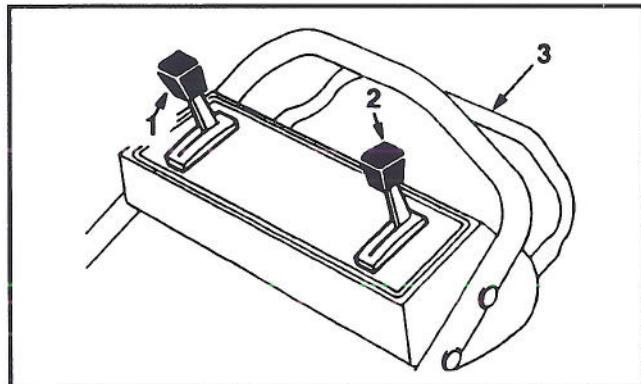
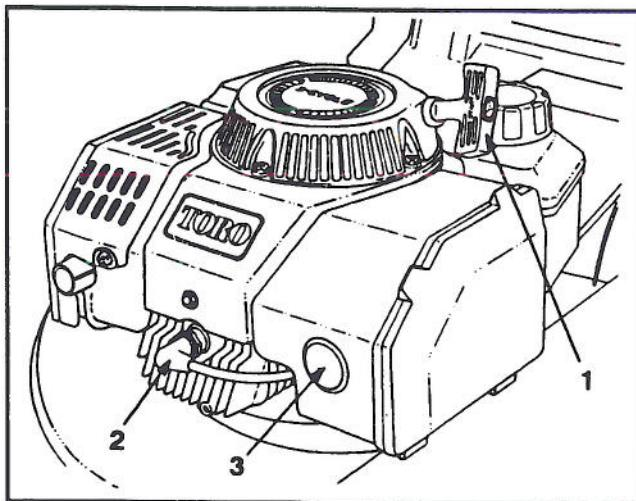

Figure 7
Figure 8
COMMANDES – La commande des gaz, le contrôle de vitesse au sol et la barre de commande d'auto-propulsion se trouvent sur le mancheron supérieur (fig. 7). L'amorçage est situé à l'avant du moteur et le démarreur à corde sur le dessus du moteur (fig. 8).
1. Brancher le fil d'allumage sur la bougie (fig. 8).
2. Placer le sélecteur de vitesse sur "N" (fig. 7).
3. Couvrir le trou de l'amorceur avec le pouce (fig. 8) et pousser deux fois.
5. VITESSE D'AVANCE (fig. 7) – La vitesse d'avance varie en fonction de la distance entre la barre de commande et le mancheron. Placer le sélecteur de vitesse sur la position désirée. Les trois chiffres "1", "2" et "3" correspondent respectivement à une avance lente, moyenne et rapide. Pour les travaux de finition ou lorsque l'opérateur quitte la position de conduite le sélecteur de vitesses doit être mis au point mort (position "N").
6. ARRET – Relâchez la barre de commande (fig. 7) pour arrêter l'entraînement. Placez le contrôle de vitesse au sol en position "N" sur les modèles auto-propulsés. Pour arrêter le moteur, placez la commande des gaz en position OFF (ARRET). Débranchez le câble de la bougie si la tondeuse n'est pas en usage ou n'est pas surveillée.
1. Arrêter le moteur et attendre l'arrêt complet de toutes les pièces en mouvement. Débrancher le fil de la bougie. (fig. 8).